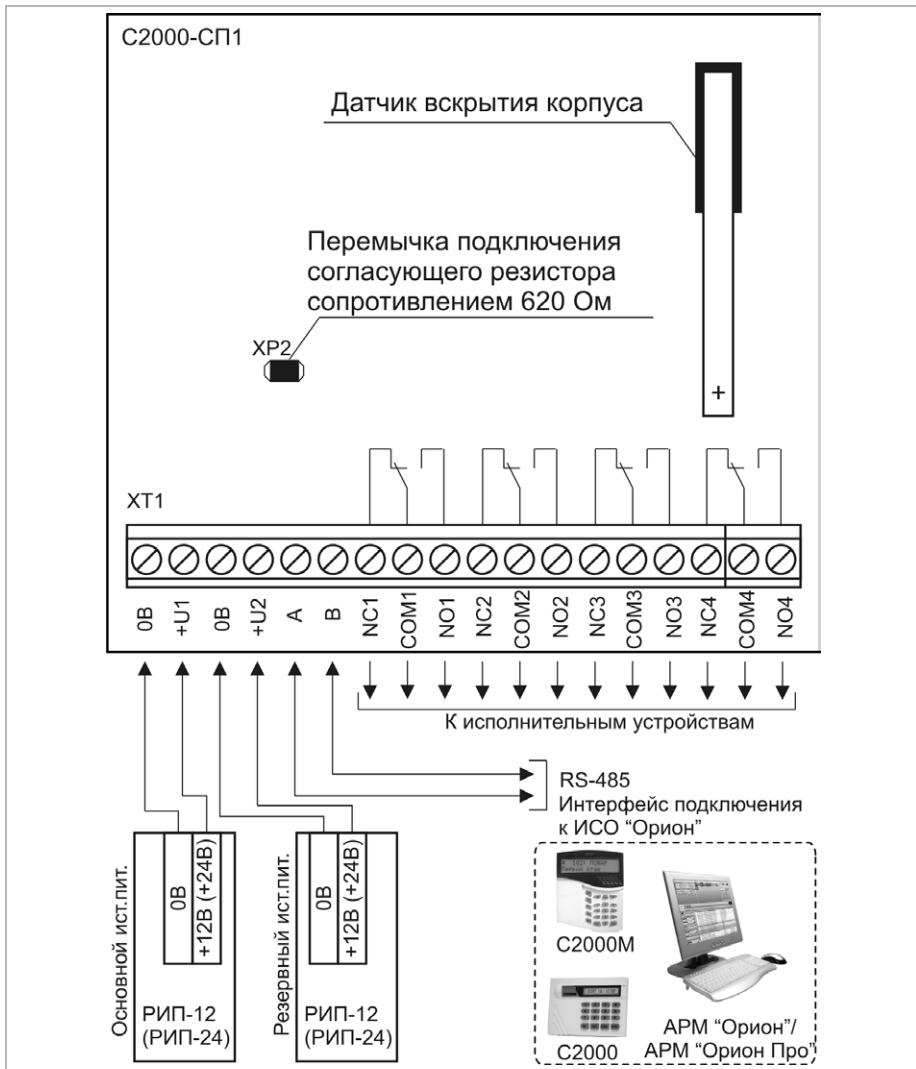
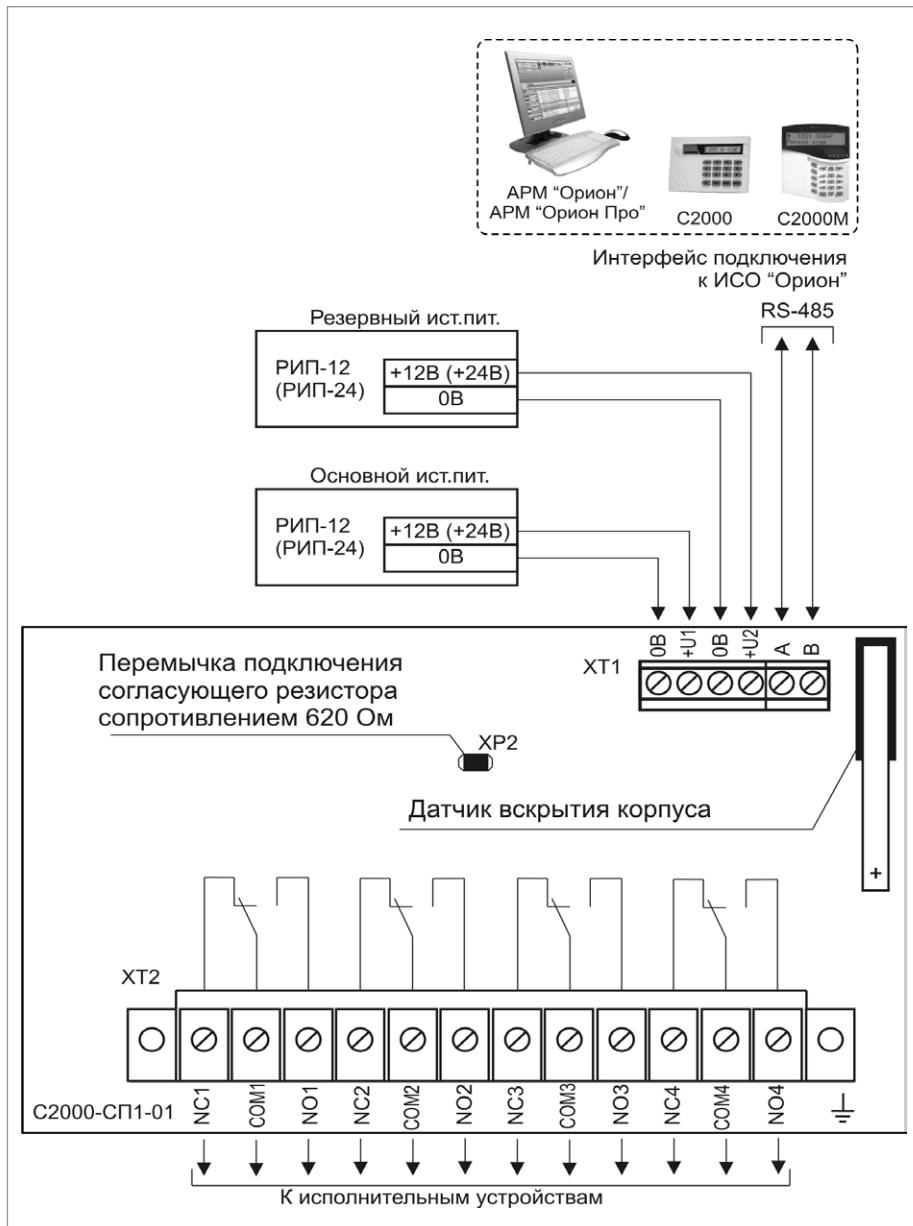

Рисунок 3.
Рисунок 4.
- Схема подключения блока «С2000-СП1» приведена на рис.3, схема подключения блока «С2000-СП1 исп.01» приведена на рис. 4.